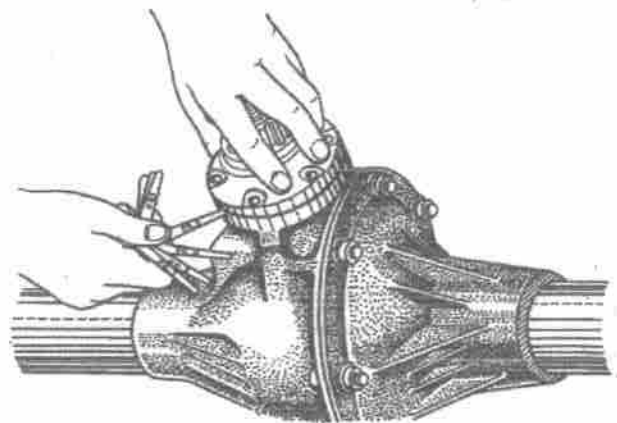

Bild 167. Messen des Spiels zwischen dem Lagerdeckel und dem Gehäuse zur Wahl der Beilagen
1. Beilagenpaket zwischen der Stirnfläche des Deckels des zweireihigen Kegelrollenlagers und des Gehäuses einsetzen. Das Beilagenpaket soll 1,3 mal dicker sein, als der Spalt zwischen dem Deckel und dem Gehäuse (Bild 167). Gegebenenfalls Dicke des Pakets um 1,4 mal vergrößern.